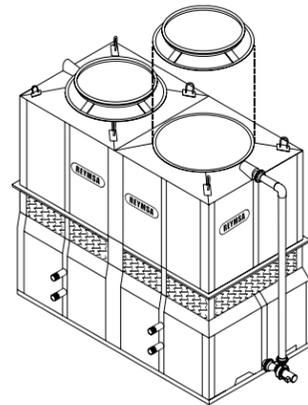

Figura A-38: Instalación del reductor de ducto de la sección 2
- Para las torres de dos y cuatro ventiladores, y las torres modulares, siga las mismas instrucciones descritas en los pasos anteriores para instalar los reductores restantes (ver Figura A-38 como ejemplo). Cada reductor está marcado con un número en el interior del borde inferior; este número debe coincidir con el número en la brida correspondiente para que la instalación sea correcta.